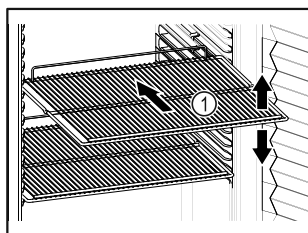

Fig. 57 Príklad zobrazenia
- ☐ Ak sa dajú odkladacie rošty Fig. 57 (1) premiestniť, prispôbte výšku.